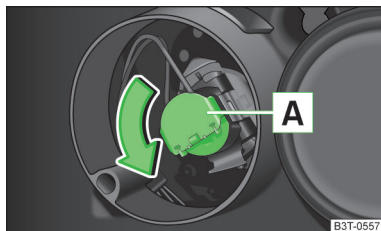

Fig. 205
- Rotiți conectorul cu becul **A** » fig. 205 până la limită în sens antiorar și detașați-l.